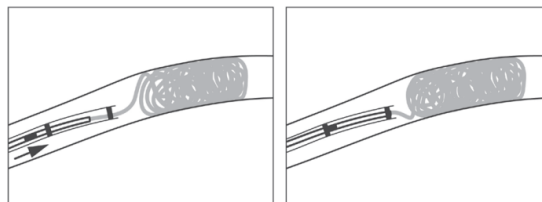
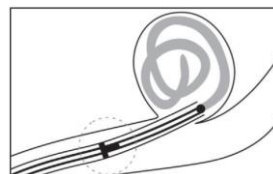

図2
図3
11. そのままコイルを前進させ、デリバリープッシャーのラジオペークマーカーがマイクロカテーテルのプロキシマルラジオペークマーカーをわずかに越えて“T”字を形成するように配置する(図2、図3)。この時点で、コイルの近位端はマイクロカテーテル遠位端のすぐ外に出ている状態である。デリバリープッシャーがこれ以上移動しないよう、回転式止血弁を締める。